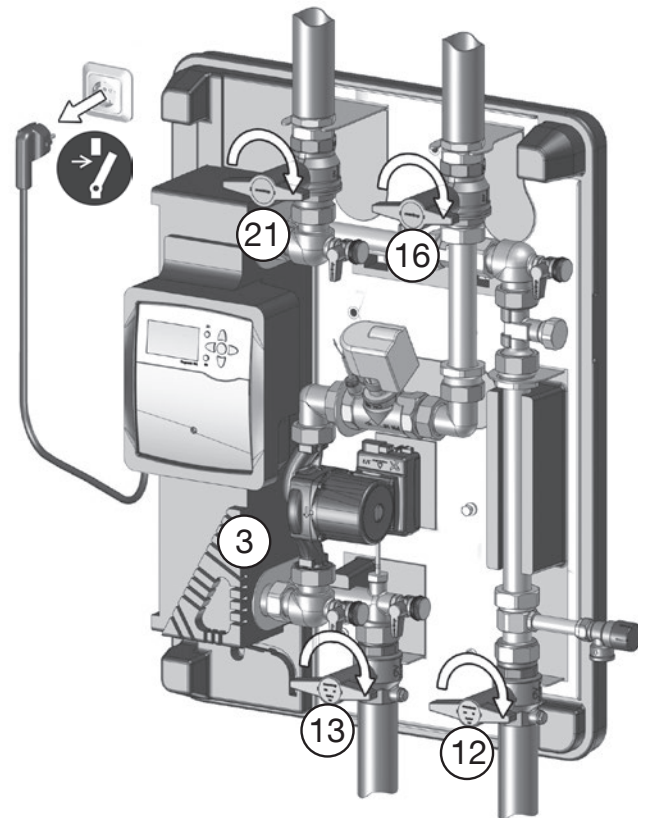

fig. 5.1: Desconecte la alimentación del controlador y cierre las válvulas de bola
2. **Cierre las válvulas de bola de corte (12 y 13) (circuito de agua potable) y (16 y 21) (circuito del acumulador) (fig. 5.1).**
2. **Cierre las válvulas de bola de corte (12 y 13) (circuito de agua potable) y (16 y 21) (circuito del acumulador) (ver fig. 5.1 en la página 31).**